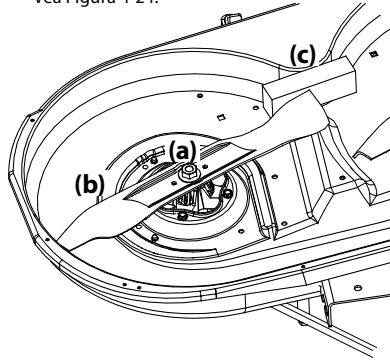

Figura 4-24
2. Use una llave de  $1\frac{5}{16}$  in para sostener la tuerca hexagonal en la parte superior del conjunto del husillo cuando afloje la tuerca hexagonal (a) que fija la cuchilla (b). Se puede colocar un bloque de madera (c) entre el alojamiento de la plataforma y el borde de corte de la cuchilla (b) para ayudar a aflojar la tuerca hexagonal (a) que fija la cuchilla. Vea Figura 4-24.